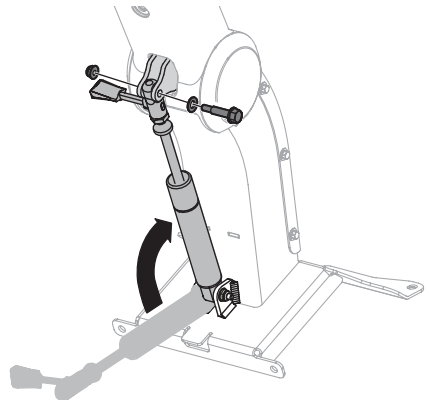

Figura 7
4. Mientras sostiene la columna del volante en posición elevada, utilice la otra mano para elevar el cilindro de cierre basculante, alineando los agujeros en la parte superior del cilindro con los agujeros en las placas de montaje del cilindro en la parte inferior de la columna del volante. Consulte la Figura 7.
5. Trabajando de derecha a izquierda, instale la arandela plana y el tornillo con borde a través de los agujeros alineados en el paso 4 y asegúrelos con las tuercas de seguridad con brida hexagonal. Ajuste los tornillos con borde a 120-144 pulgadas-libras (14-16 N-m). Consulte la Figura 7.